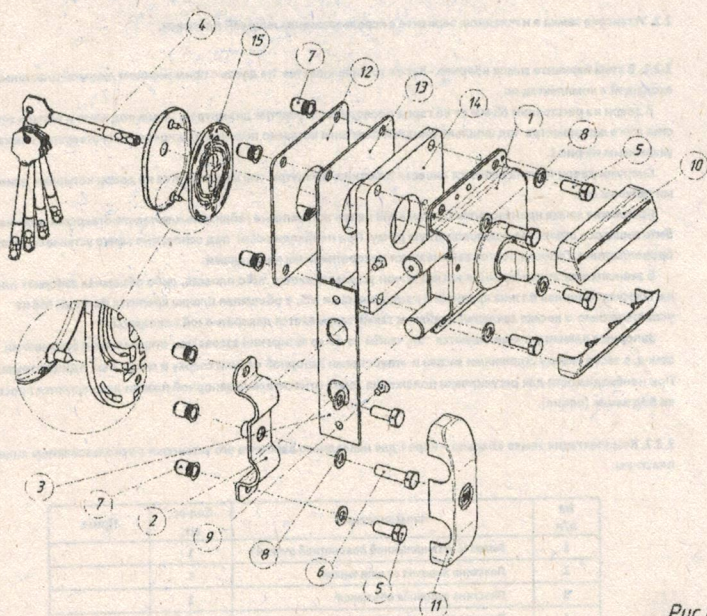

Рис. 4 Эксплуатация замка
2.3.3. На рис. 4 приведена схема установки замка «Барьер-Каре» в накладном варианте без использования накладной пластины.